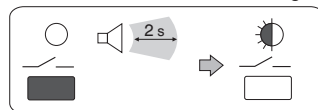

Fig. 6
- Maintenir la pression sur la **touche "—/—" jusqu'à l'émission d'un simple signal sonore**; puis la relâcher: **la LED est clignotante** (fig.6).